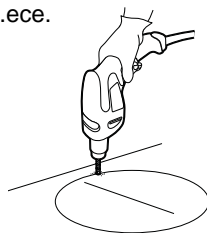

Bild 11
- Använd lämplig borrar för att borra ett hål som är minst 12 mm i diameter på såglinjen (bild 11).